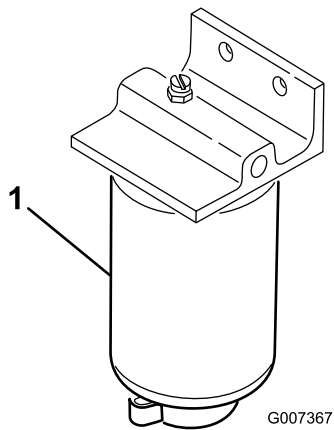

図 41
2. フィルタ容器(図 41)の周辺をウェスできれいにぬぐう。
4. フィルタのドレンプラグとブリーザバルブを開く 図 41。